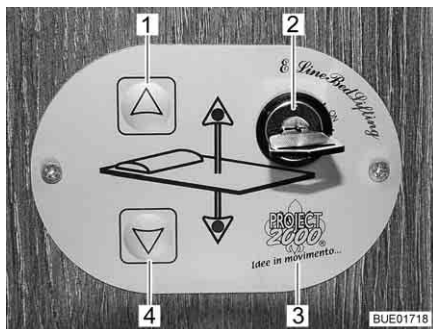

Bild 131 Kontrollenhet
Med knapparna (Bild 131,1 och 4) på kontrollenheten (Bild 131,3) sänks och lyfts den höjbara sängen. Med nyckelbrytaren (Bild 131,2) säkras kontrollenheten mot obehörig användning.
- Vrid nyckeln i nyckelbrytaren (Bild 131,2) 90° medurs. Kontrollenheten (Bild 131,3) är aktiverad.
- Tryck på pilknappen (Bild 131,4) och håll den så länge intryckt till den höjbara sängen sänks ned till önskad position.
- Tryck på pilknappen (Bild 131,1) och håll den så länge intryckt till den höjbara sängen lyfts fram till gränställningen.
Om den höjbara sängen inte längre går att flytta med pilknapparna (Bild 131,1 och 4), skall du först kontrollera säkringen i det bakre väggskåpet (Bild 134,1) (se avsnitt 8.9.1). Om säkringen är ok och den höjbara sängen ändå inte går att flytta, kan den höjbara sängen manövreras manuellt.